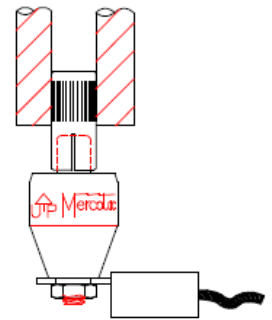

Рис.4 Установка мод.110
3. Будьте внимательны: соединители двусторонние (исключение – модель 110.), их нельзя переворачивать вверх ногами (Рис. 4).